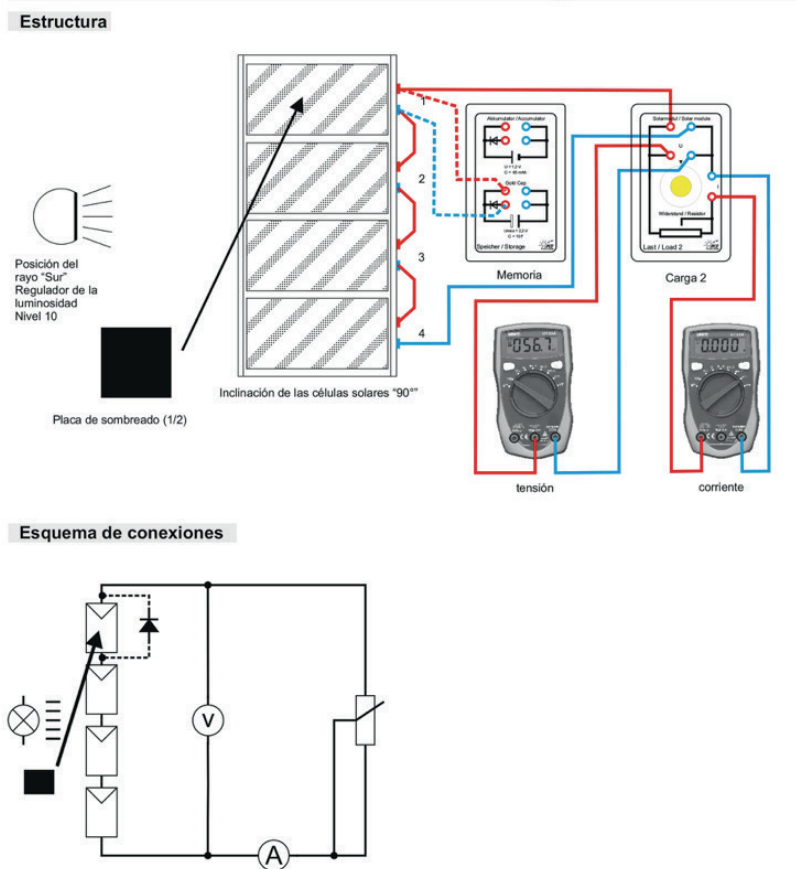

ILUSTRACIÓN 16: ESQUEMA DE ESTRUCTURA Y CONEXIONES DIODOS
- Construya el experimento de acuerdo con la ilustración 16, con sombreado 1/2 con diodo de bypass.